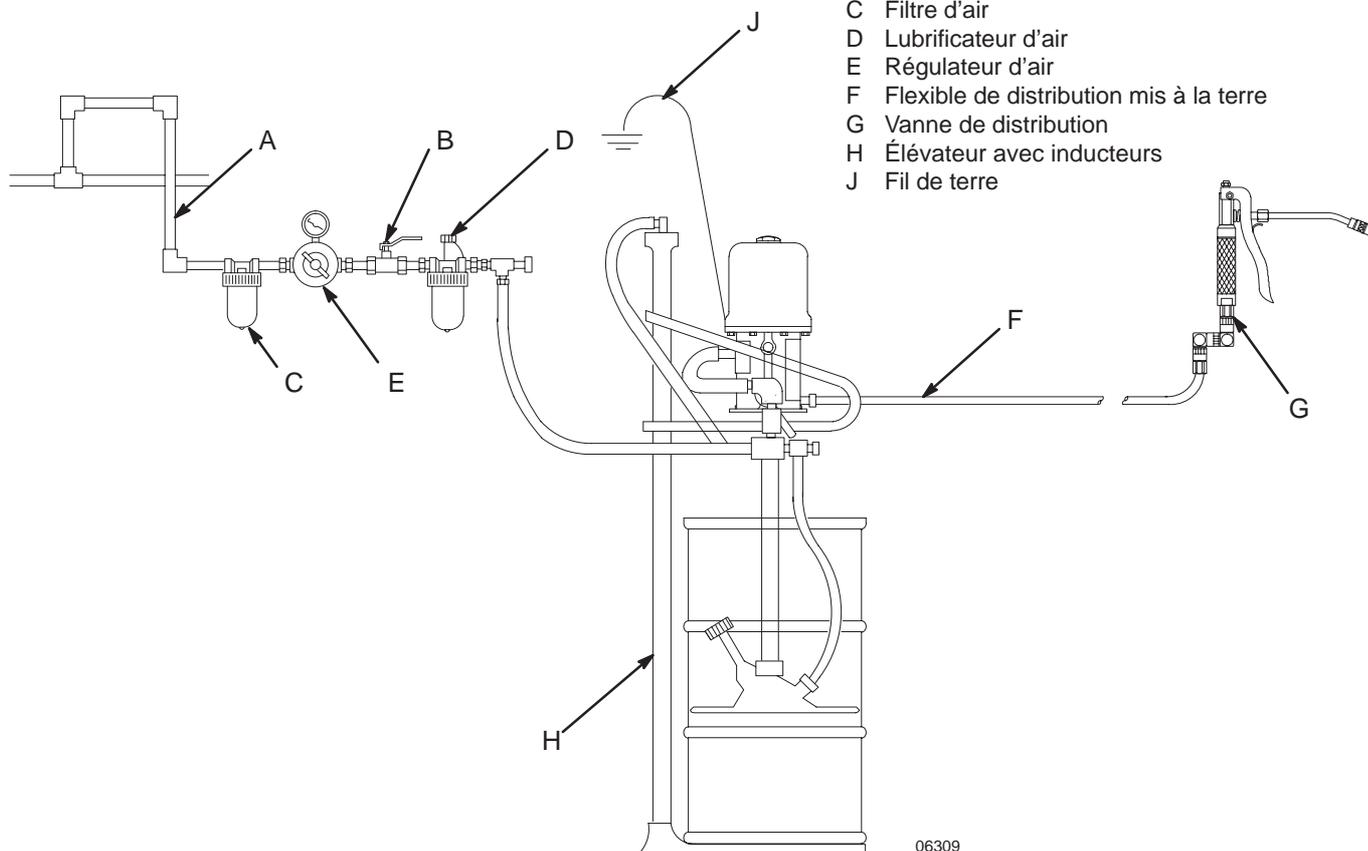

Fig. 2
Installer les organes sur la tuyauterie d'air dans l'ordre approximatif indiqué à la Fig. 2. Monter une vanne d'air principale de type purgeur (B) facilement accessible depuis la pompe, en amont du régulateur d'air (E). Monter un filtre à air (C) pour débarrasser l'arrivée d'air comprimé des impuretés et de l'humidité. Pour lubrifier automatiquement le moteur pneumatique, installer un huileur (D) sur la tuyauterie d'air, à proximité de l'arrivée d'air à la pompe. Installer un régulateur d'air (E) pour réguler le régime de la pompe.
Les installations représentées à la Fig. 2 ne sont là que pour vous guider dans la sélection et l'installation des composants et accessoires du système. Contactez votre distributeur Graco pour toute assistance dans la conception d'un système répondant à vos besoins propres.
Utiliser le régulateur d'air (E) pour régler le régime de la pompe et la pression produit. Voir la Fig. 2. Toujours utiliser la pression d'air la plus faible nécessaire pour obtenir les résultats désirés.